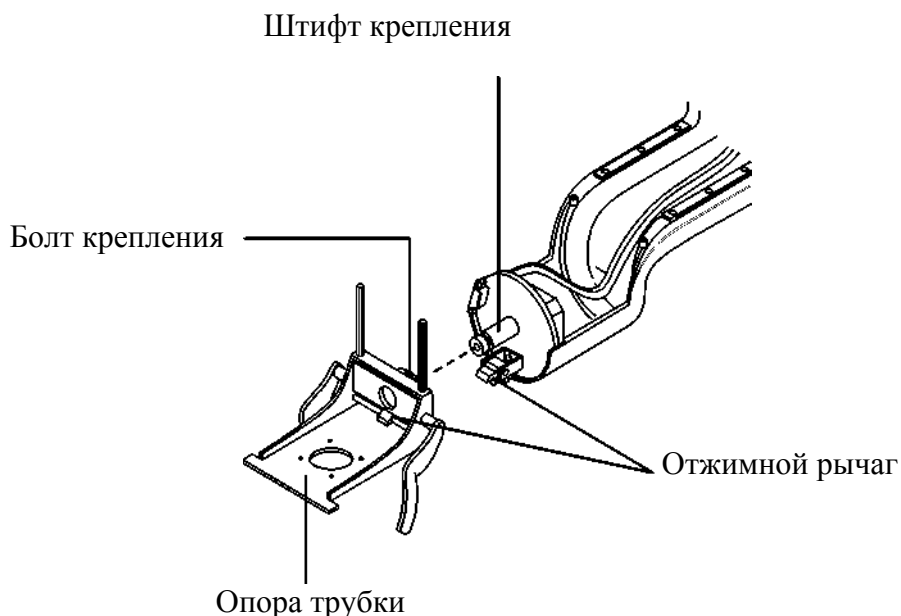

Рис.3-16.
1. Установите опору трубки с двумя вращательными расцепляющими рычагами в соответствующий крепежный штифт (Рис.3-16). Вставьте болт крепления в штифт и затяните в положении, наилучшем для установки трубки.